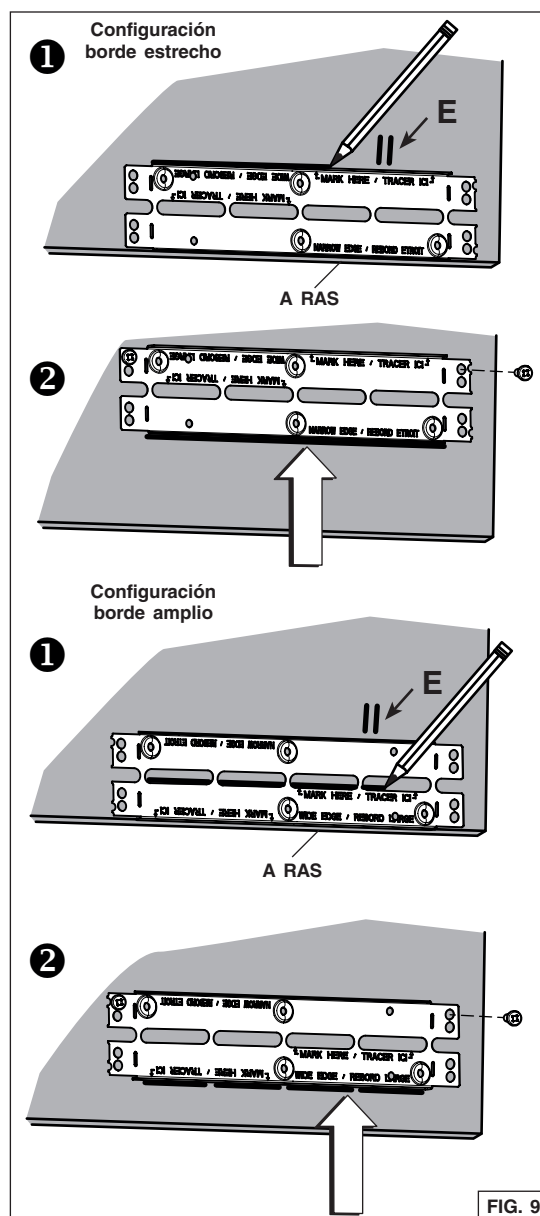

FIG. 9
4. Localizar los ganchos Ease of Install en la unidad (distancia determinada a partir del borde delantero, FIG. 8). Insertar temporalmente la unidad en el gabinete y a la vez que mantiene la unidad, marcar la ubicación de los ganchos Ease of Install (correspondiente a **E** en FIG. 9 en la página siguiente) en ambos lados del gabinete. Retirar la unidad.
5. Instale los soportes de gabinete como sigue (FIG. 9):
- ❶ Coloque el soporte a ras con la parte inferior del panel derecho del gabinete, centrando la marca de la ubicación de los ganchos (E) entre los orificios inferiores en relieve. Para la configuración del borde estrecho, trace una línea encima del soporte. Para la configuración del borde amplio, race una línea a la base de las ranuras centrales.
- ❷ Instale el soporte a ras con la línea trazada. Sujete el soporte al panel de lado del gabinete usando 2 tornillos para madera n.º 8 x 5/8 pulg. (incluidos en la bolsa de piezas) en los orificios superiores.